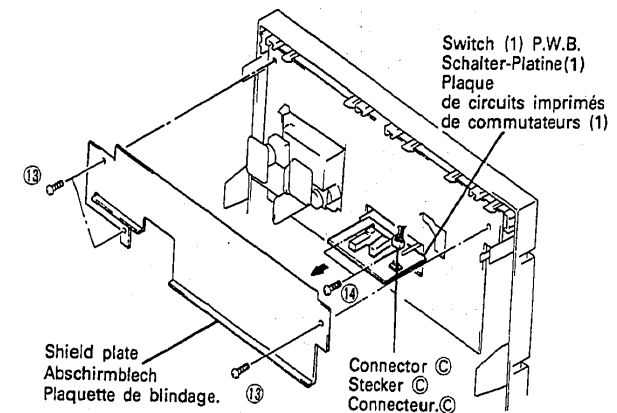

Fig. 8 Abb. 8
10. **Schalter-Platine (1) (Abb. 8)**
10. **Plaque de circuits imprimés de commutateurs (1) (Fig. 8)**